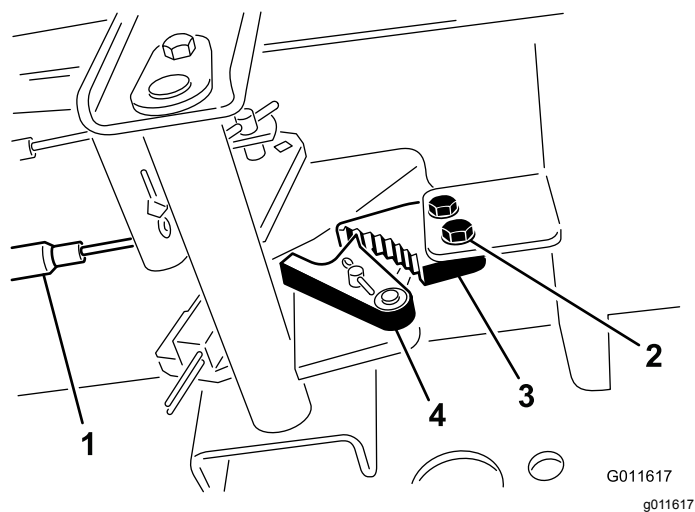

図 46
1. 駐車ブレーキのツメをフレームに固定しているねじ2本をゆるめる 図 46。
2. ブレーキのツメが戻り止めに完全に掛かるまで駐車ブレーキペダルを前に踏み込む 図 46。